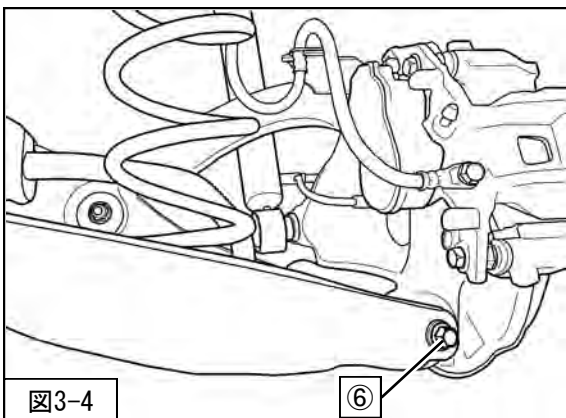

図3-4
8. ⑥ロアアーム取付ボルト・ナットを取外してください。(図3-4)
9. ロアアームを支えているジャッキをゆっくり下げながら、スプリングを車両から取外してください。(図3-4)